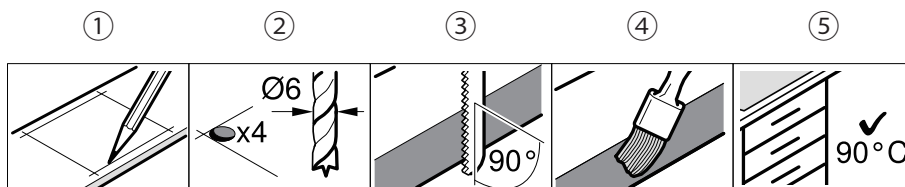

図 1
- 設置台数に応じた開口寸法で天板を開口して下さい。(図 1-①)
- 天板開口部は必ず天面と直角になるよう開口して下さい。(図 1-③)
- 開口部の切断面を耐熱加工して下さい。(図 1-④)